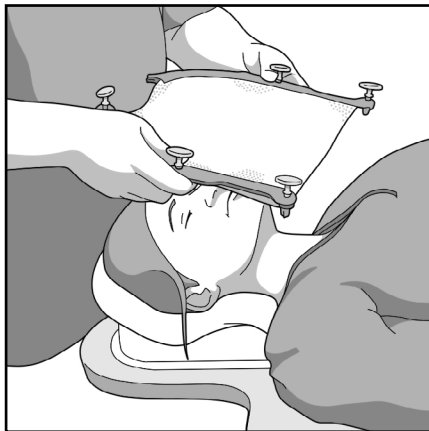

Fig. 4
1. Coloque la mascarilla sobre el paciente, alineando las clavijas del armazón curvo con los orificios de fijación del accesorio de inserción (Fig. 4).